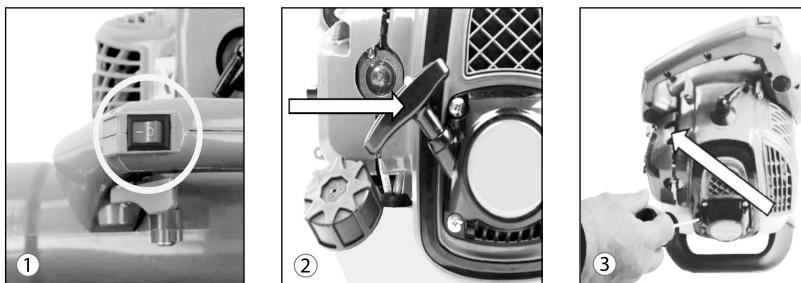

Рис. 7
1. Поверніть перемикач живлення (1) у положення «I» ON.
2. Потягніть ручку відкату стартера (2), доки не відчуєте опору.
3. Як тільки ви відчуєте опір, швидко потягніть ручку стартера віддачі швидко вгору (3) (Рис.7)